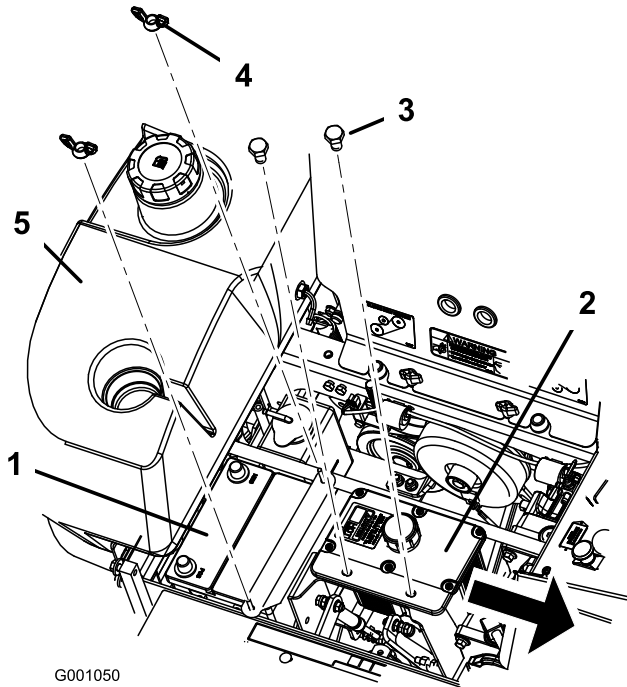

Bild 44
6. Entfernen Sie beide Flügelmutter (1/4 Zoll), mit denen die Batterieschelle befestigt ist (Bild 44).
7. Entfernen Sie die beiden Schrauben, mit denen der Hydraulikbehälter befestigt ist (Bild 44).
1. Legen Sie die Batterie in den Ständer, sodass die Klemmen auf der anderen Seite des Hydraulikbehälters sind (Bild 44).
6. Befestigen Sie die Batterie mit J-Schrauben, einer Halteschelle, 2 Scheiben (1/4 Zoll) und 2 Flügelmuttern (1/4 Zoll) (Bild 44).